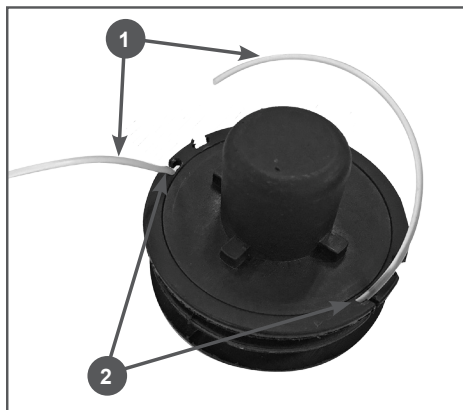

Рис. 17 Фиксация концов корда
5. Зафиксируйте концы 1 корда (длиной примерно 10-15 см) в специальных пазах 2 на катушке (Рис. 17).